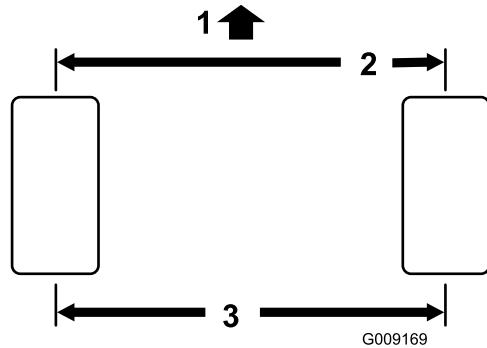

Figure 54
2. Mesurez l'entraxe (à hauteur d'essieu) à l'avant et à l'arrière des roues directrices (Figure 54). Vous devez obtenir  $0 \pm 3$  mm à l'avant du pneu puis à l'arrière du pneu. Tournez les roues à 90 degrés et mesurez à nouveau.